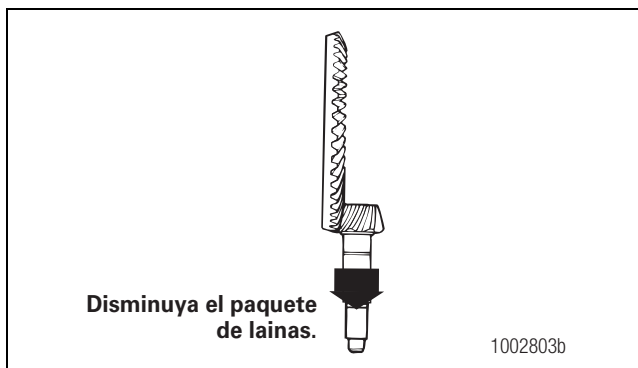

Figura 5.56
- **Para corregir un patrón de contacto bajo:** Disminuir el espesor del paquete de lanas. Al disminuir el espesor del paquete de lanas, el piñón de mando se alejará de la corona. Figura 5.56.